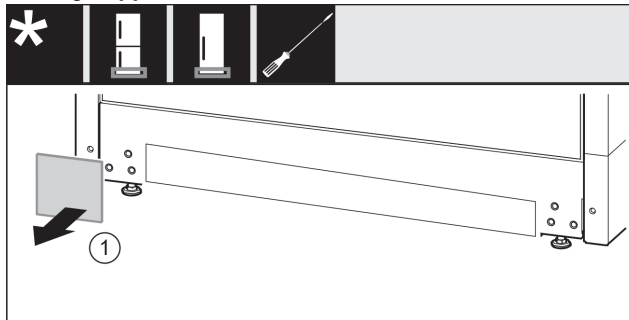

Fig. 18
- ▶ Rimuovere la copertura Fig. 18 (1).